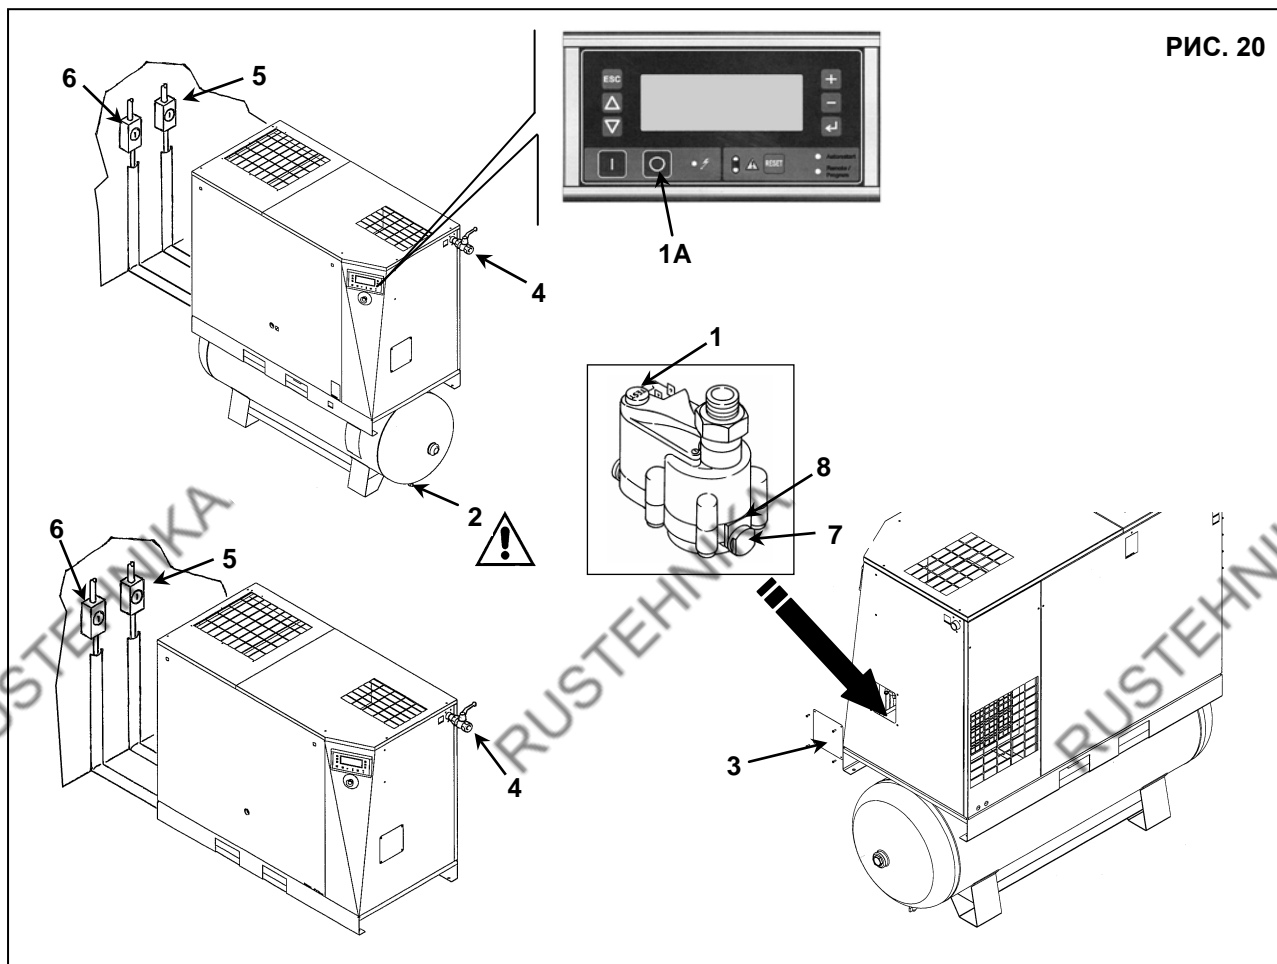

РИС. 20
Необходимо проверить автоматический и ручной слив конденсата (поз. 1 через каждые 500 часов и поз. 2 через каждые 24 часов работы), Рис. 20.
- Снимите панель (поз. 3, Рис. 20)
- Нажмите кнопку "TEST" (поз. 1, Рис. 20) на несколько секунд для проверки корректности слива конденсата из дренажной трубы.
- Проверьте ручной сброс конденсата из бака, чтобы убедиться, что конденсат корректно удален из клапана, поз. 2, Рис. 20 (ЕЖЕДНЕВНАЯ ПРОДУВКА).
- Закройте пробку (поз. 4, Рис. 20)
- Сбросьте давление осушителя, нажав на кнопку "TEST" сброса конденсата (приблизительно на 10-20 секунд), поз. 1, Рис. 20
- Выключите машину кнопкой (поз. 1A, Рис. 20): при этом машина остановится через 45 секунд работы на холостом ходу.
- Выключите разъединитель поз. 5 (для винтового компрессора) и поз. 6 (при наличии осушителя) см. Рис. 20.
- Сбросьте давление, повернув кран, поз. 2, Рис. 20.
- Снимите ограничитель (поз. 7, Рис. 20)
- Снимите фильтр (поз. 8, Рис. 20)
- Установите панель (поз. 3, Рис. 20)